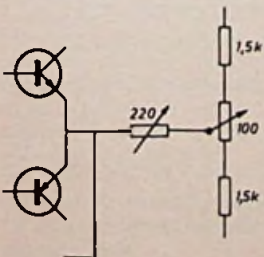

Fig. 51.
standen inderdaad zodanig worden afgeregeld dat wij elastische botsingen menen te zien (en daarvoor deze weerstanden ongeveer halverwege zijn ingesteld), gemiddeld tijdens de botsingsprocedure een afwijking van 20% in de snelheidswaarden van de rekengeheugens optreedt. Hoewel dit percentage in principe snelheidsafhankelijk is, is het aanzienlijk minder alarmerend dan het resultaat van (57). Het feit dat het getal onder (83) in principe snelheidsafhankelijk is, waardoor de „elasticiteit” van de botsing afhangt van de snelheid, blijkt in de praktijk niet op hinderlijke wijze merkbaar te zijn. Hoewel men door afregeling van de rekencircuits wel enige variatie in de capaciteit van de elektrolytische condensator van 1000 μ F in fig. 47 kan opvangen, is de erbij geplaatste opmerking geen overbodige luxe. Immers de capaciteitstoleranties van elektrolytische condensatoren kunnen in de orde van -20 ... + 50% liggen. In plaats van een verandering van de weerstanden van 1,8 k Ω kan ook een circuit worden gemonteerd als in fig. 51, waarmee behalve het „nulpunt” tevens de „steilheid” van de stroombron kan worden gevarieerd, waardoor de spreiding in elco-capaciteiten kan worden gecompenseerd, evenals de waarde van het getal p worden beïnvloed. Overigens hangen zoals reeds bij de berekeningen duidelijk zal zijn geworden, deze grootheden en de componentenwaarden (met de bijbehorende nauwkeurigheden) ten nauwste samen.